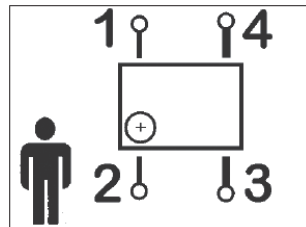
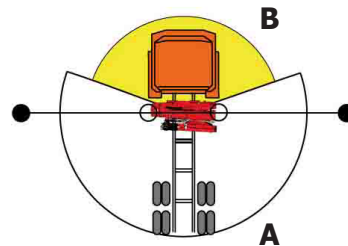

Fig. 4.1
Fig. 4.2
El sistema gestiona el reconocimiento de la zona de trabajo derecha e izquierda de la caja (1-4 y 2-3 de fig. 4.1), e incluye la gestión del limitador de momento para dos zonas de trabajo: sobre la caja (A) y sobre la cabina (B) (fig. 4.2) (ver el párrafo "Limitador de momento diferenciado").